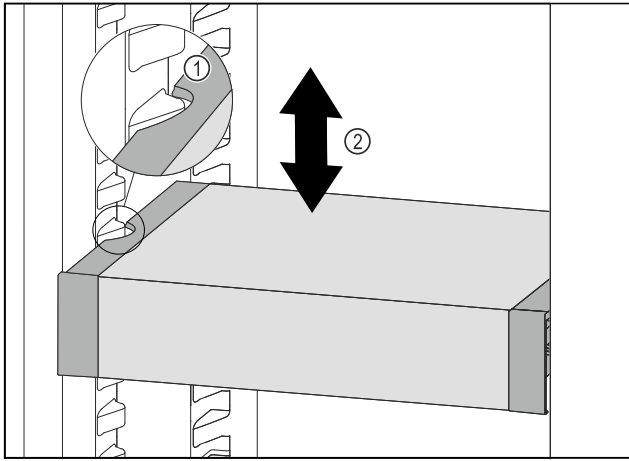

Fig. 180
- ▶ Тяните VarioSafe вперед, пока боковые выемки VarioSafe не окажутся на высоте выступа резервуара в холодильном отделении. *Fig. 180 (1)*
- ▶ Двигайте VarioSafe в холодильном отделении вверх или вниз, пока не будет достигнута требуемая высота. *Fig. 180 (2)*